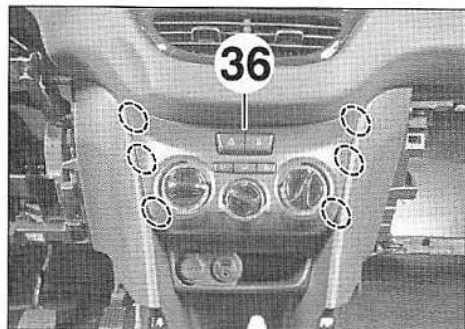

FIG.24
- Dégrafer la garniture (36) (Fig.24).